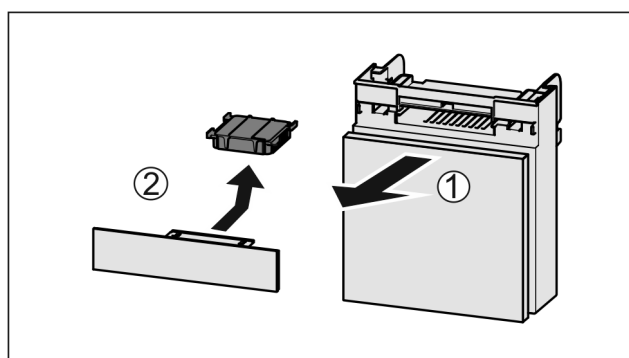

Fig. 114
- ▶ Estrarre il vano tirando in avanti Fig. 114 (1).
- ▶ Rimuovere il filtro a carboni attivi Fig. 114 (2).